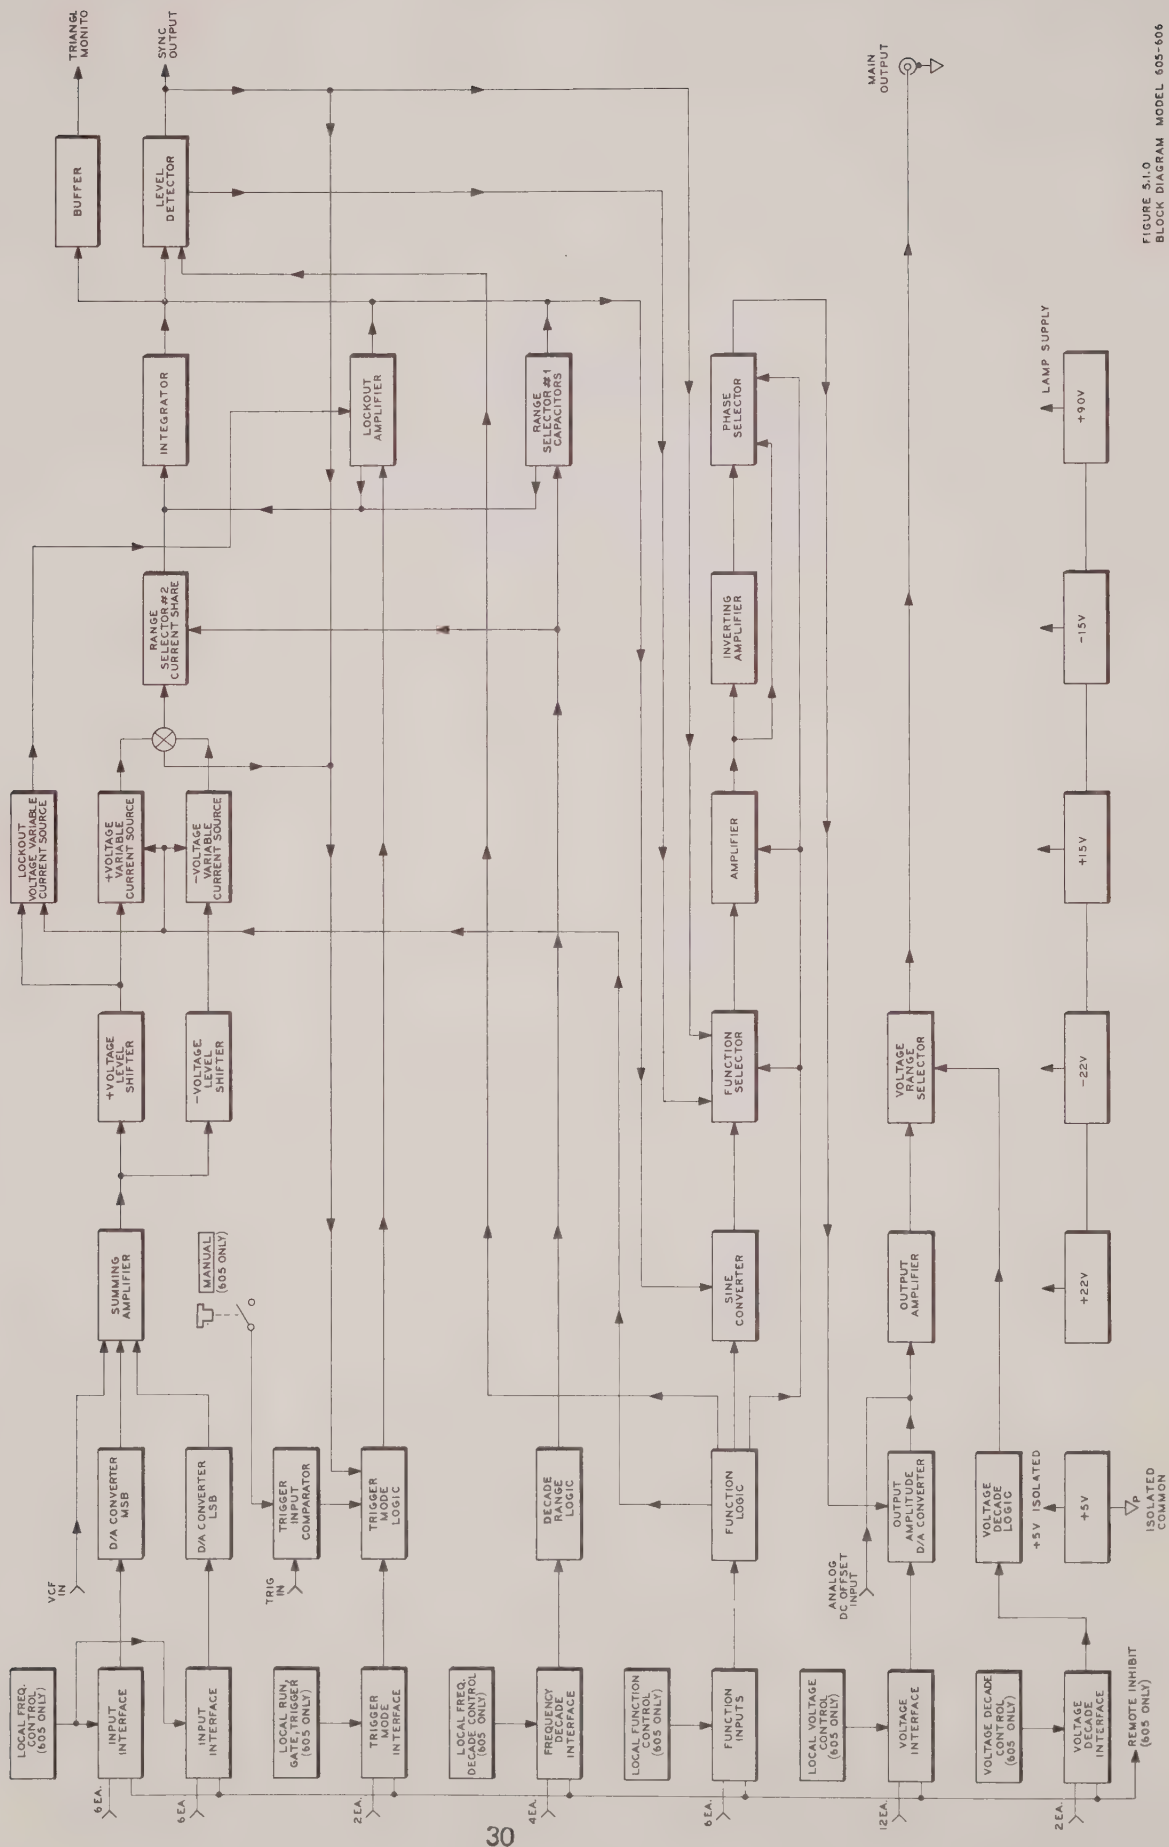

FIGURE 5.1.0
5.1.0 BLOCK DIAGRAM (Refer Figure 5.1.0)